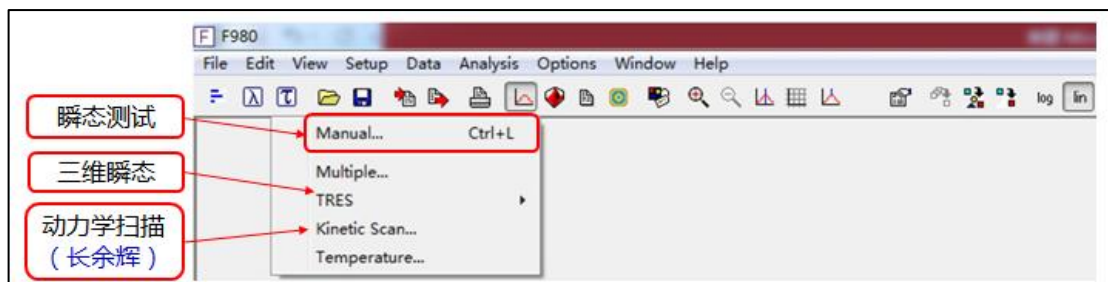

图. 7 瞬态功能界面介绍
6. 点击瞬态测试按钮（如附图 7），选择 Manual Lifetime，进入设置菜单，在 Excitation 栏内设置好激发波长和 Light Source，在 Emission 1 栏内设置好发射波长和 Detector，将 Live 选择框勾上，然后开始设置下部的 Lifetime Sample 1 菜单，在 Rates 标签内一边观察 Stop Rate 一边调节 Iris Setting，再在 Time Range 标签内选择一个合适的 Time Range 和 Channels，在 Stop Condition 标签内根据样品情况选择一个合适的条件（如附图 8-9），设置好之后，点击 New 开始测试；